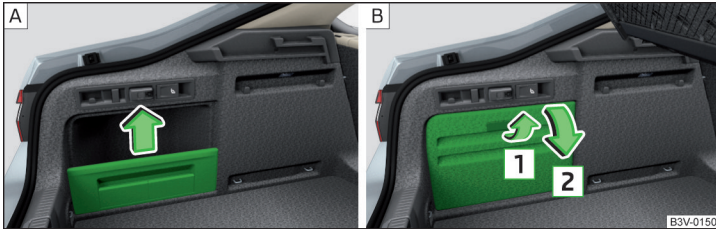

Abb. 148 Seitenablage herausnehmen / Seitenfach öffnen
- › Die Seitenfächer an den beiden Gepäckraumseiten öffnen und herausnehmen » Abb. 148 auf Seite 114 - **B**.
An den beiden Gepäckraumseiten befinden sich je nach Fahrzeugausstattung Seitenablagen » Abb. 148 - A oder abschließbare Seitenfächer » Abb. 148 - B.
Die Ablagefachabdeckung in Pfeilrichtung **abnehmen** » Abb. 148 - A.
Zum **Öffnen** den Griff in Pfeilrichtung **1** ziehen und das Fach in Pfeilrichtung **2** öffnen » Abb. 148 - B. Das Fach kann herausgenommen werden.
- › Die Seitenfächer an den beiden Gepäckraumseiten öffnen » **Abb. 148 auf Seite 114 - B**.